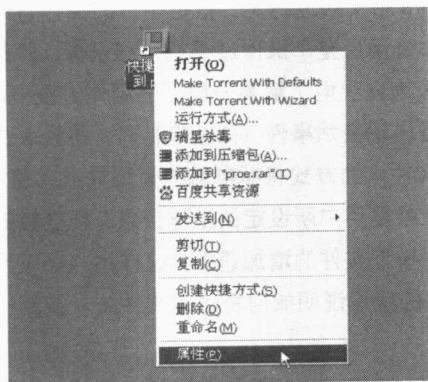

图 1-1
- ① 首先在桌面图标上右击, 在弹出的菜单中选择“属性”命令, 如图 1-1 所示。